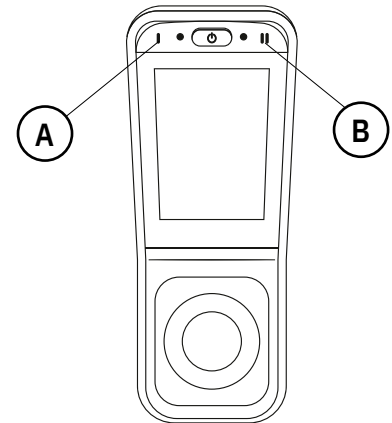

Figure 5.11. Réglage des fonctions d'assise sur LiNX REM400.
Appuyer sur le bouton I (A) pour passer du mode fonction de conduite à fonction d'assise (voir figure 5.11). Pour sélectionner la fonction d'assise, appuyer sur le bouton II (B) jusqu'à ce que la sélection souhaitée apparaisse à l'écran. Il est possible aussi de passer d'une fonction d'assise à l'autre en orientant le joystick latéralement.